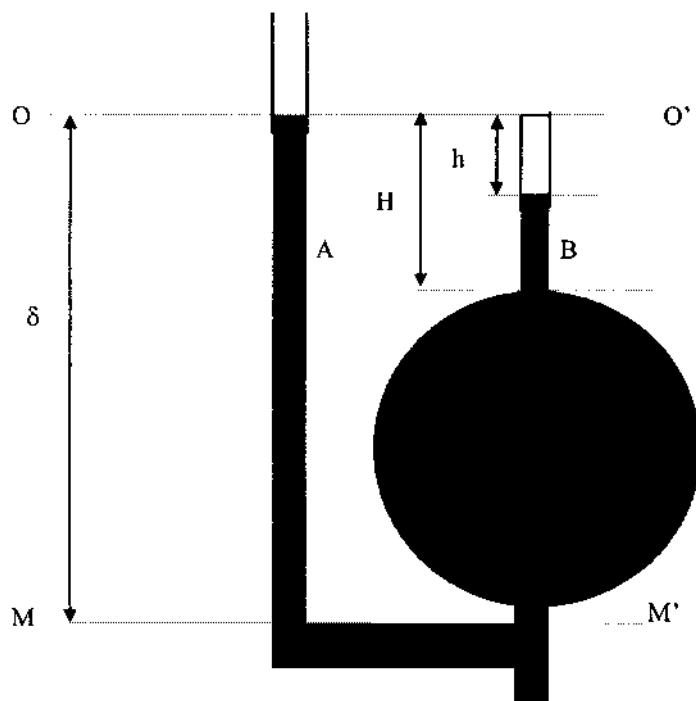

Figure 2
Pour mesurer les pressions de faible valeur d'une enceinte dans laquelle on a fait le vide, on utilise un manomètre dont le schéma est donné en figure 2. Ce manomètre comporte **un ballon surmonté d'un tube de faible section obturé à son extrémité supérieure** dans lequel on peut enfermer puis comprimer le gaz dont on désire mesurer la pression. La différence de pression entre le gaz comprimé et le gaz à la pression de l'enceinte est mesurée par une dénivellation de mercure. Un dispositif relié au tube inférieur du manomètre permet de faire monter ou descendre le niveau du mercure (on peut utiliser le principe des vases communicants avec un tuyau souple relié à un réservoir contenant un volume suffisant de mercure dont on change l'altitude). La partie supérieure du tube (A) est reliée à l'enceinte dont on désire mesurer la pression.
Avant la mesure (voir figure 2), le niveau supérieur du mercure se situe, dans le tube inférieur du manomètre, en dessous du niveau MM' ; la pression est alors identique dans le ballon et dans l'enceinte. On fait monter le niveau du mercure ; **on prendra comme état initial, le moment où le niveau supérieur du mercure atteint le niveau MM' ; soit alors P la valeur de la pression dans le ballon et dans l'enceinte.** A l'état final (cas représenté sur la figure 2), le mercure est immobilisé au niveau OO' dans le tube (A), son niveau est plus bas dans le tube (B); soit h la dénivellation mesurée. On suppose que la compression entre ces deux états est assez lente pour pouvoir être considérée comme parfaitement **isotherme** et que les gaz de l'enceinte se comportent comme des **gaz parfaits**. Par ailleurs, **dans toute cette partie, on négligera les effets qui seraient dus à la tension superficielle et aux effets de capillarité du mercure ainsi que les variations de pression dans les gaz dues à l'effet de la pesanteur.**
C.7. Donner l'expression du rapport $(P' - P) / P$ qui caractérise la variation relative de la pression entre **P** et **P'** ; donner sa valeur numérique, en tenant compte des données expérimentales (voir au bas de la figure 2). Conclusion : est-il nécessaire de tenir compte de la variation de pression dans l'enceinte si on désire connaître la pression avec une précision de l'ordre de 0,5 % ?